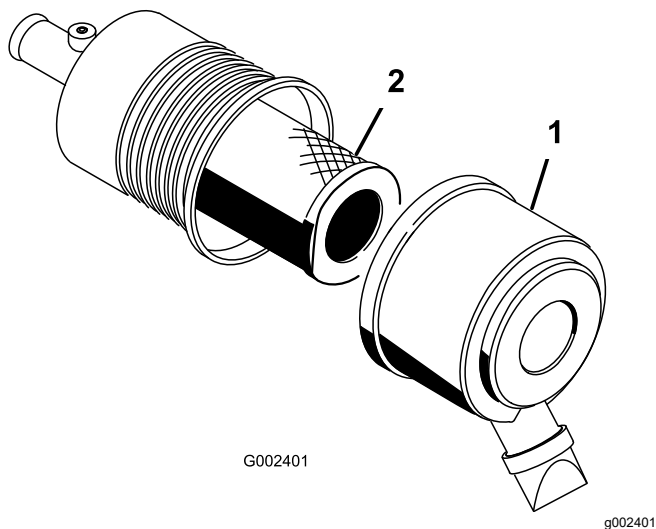

Figura 32
1. Liberte os trincos do filtro de ar e puxe a tampa para fora do corpo do filtro (Figura 32).
3. Deslize suavemente o filtro para fora do corpo do filtro (Figura 32).
5. Deslize cuidadosamente o filtro sobre o tubo do corpo (Figura 32).
6. Instale a tampa do filtro de ar com o lado virado para cima e prenda os trincos (Figura 32).